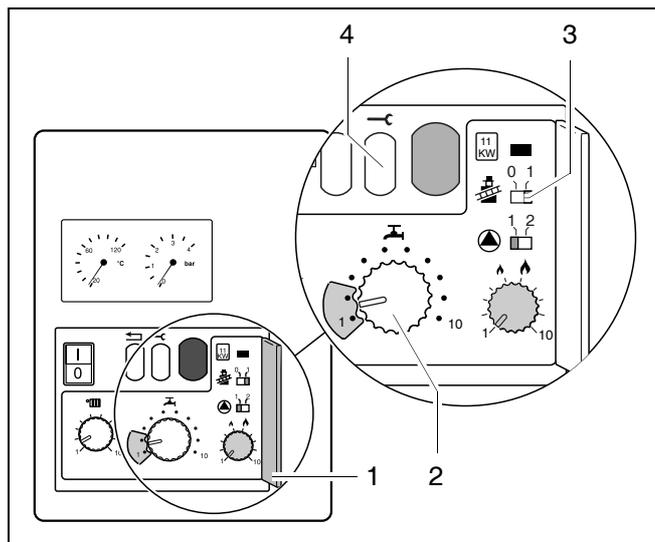

Fig. 32 Pretature per "controllare pressione bruciatore"
- Aprire la copertura del 2. livello di servizio (fig. 32, pos. 1).
- Premere il tasto service (fig. 32, pos. 4) e tenerlo premuto ca. 10 s (sul display compare: "-./Y").
- Mettere l'interruttore spazzacamino sulla pos. "1" (fig. 32, pos. 3).
- Mettere il regolatore per la temperatura dell'acqua calda (fig. 32, pos. 2) su "1".
- Mettere il regolatore per la temperatura dell'acqua calda (fig. 32, pos. 2) su "10".
- Mettere l'interruttore spazzacamino sulla pos. "0" (fig. 32, pos. 3).
- Riapplicare la copertura del 2. livello di servizio (fig. 32, pos. 1).